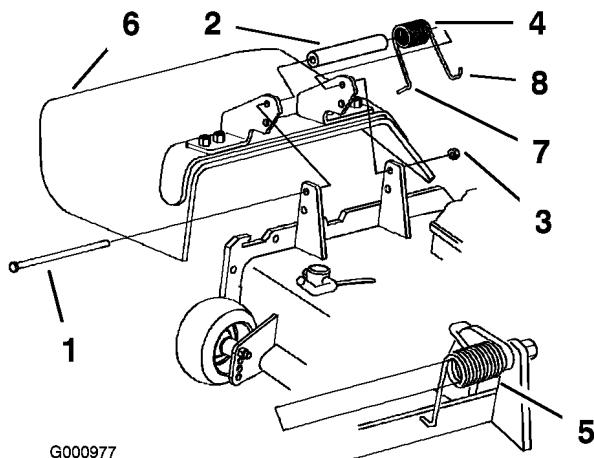

Figura 86
1. Retire la contratuerca, el perno, el muelle y el espaciador que sujetan el deflector a los soportes de pivotе (Figura 86). Retire el deflector de hierba dañado o desgastado.
2. Coloque el espaciador y el muelle en el deflector de hierba. Coloque el extremo en L del muelle detrás del reborde de la plataforma. **Nota:** Asegúrese de colocar el extremo en L del muelle detrás del reborde de la plataforma antes de instalar el perno, según muestra Figura 86.
3. Instale el perno y la tuerca. Coloque el extremo en J del muelle alrededor del deflector de hierba (Figura 86).